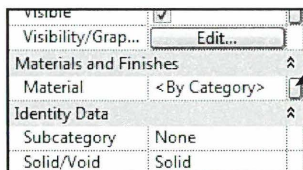

Fig. 06.45. Klik på knappen ud for *Material*.
- Tryk på den lille knap ud for *Material* i *Properties* (Fig. 06.45).